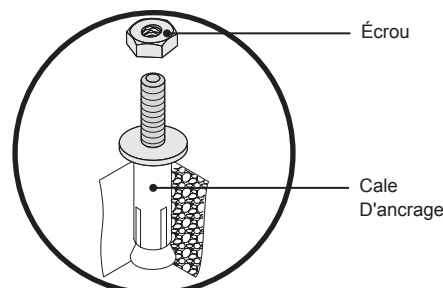

Figure 22. Wedge cheville
- 1 Insérer la cale d'ancrage dans le trou percé. Si nécessaire, utiliser un marteau et taper doucement le coin d'ancrage en place (Figure 22).